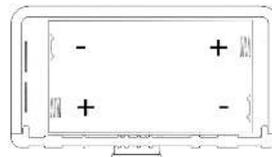

Рис. 2
- Откройте крышку и вставьте 2 батарейки щелочного типа 1.5V LR20 в отсек (1), находящийся в нижней правой части водонагревателя, как показано на рис. 2.